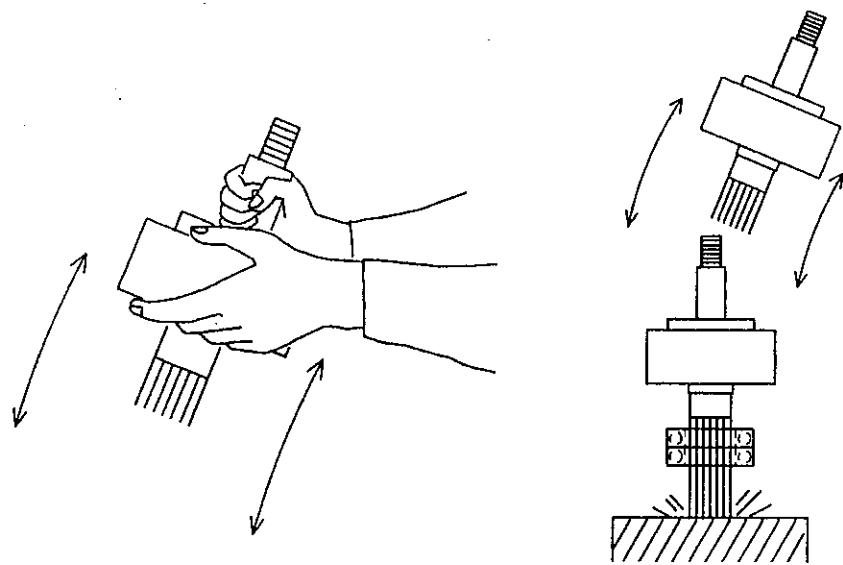

図20-7
- ・木の角材等にシャフトをたたきつけてベアリングを外します。(図20-7)